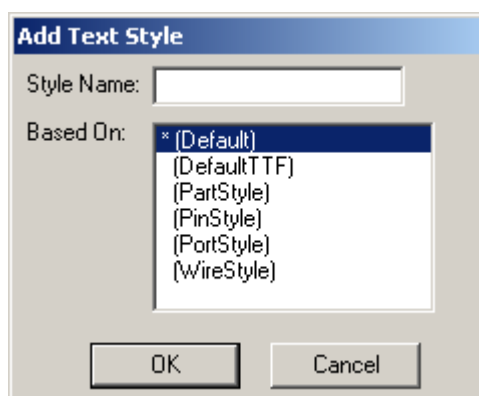

Рис. 5 Окно команды **Add Text Style**.
- 4.3 Для добавления нового стиля нажмите кнопку **Add**. При этом появится окно **Add Text Style** (добавить стиль текста), изображенное на рис. 5.